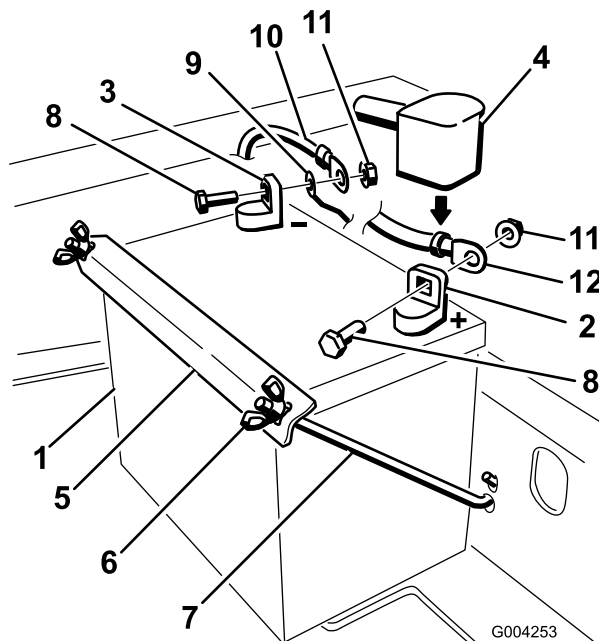

Figure 38
4. Commencez par débrancher le câble négatif et le câble de masse de la borne négative (-) de la batterie (Figure 38).
5. Ôtez le capuchon rouge de la borne positive (rouge) de la batterie. Débranchez ensuite le câble positif (rouge) de la batterie (Figure 38).
6. Retirez les deux écrous à oreilles (1/4 pouce) de fixation de la barrette de maintien de la batterie (Figure 38).
1. Placez la batterie dans son support en tournant les bornes vers le moteur (Figure 38).
4. Fixez les câbles avec 2 boulons (1/4 x 3/4 po), 2 rondelles (1/4 pouce) et 2 contre-écrous (1/4 pouce) (Figure 38).
6. Fixez la batterie en position avec des boulons en J, une barrette de maintien et 2 rondelles (1/4 pouce), ainsi que 2 écrous à oreilles ((1/4 pouce)) (Figure 38).